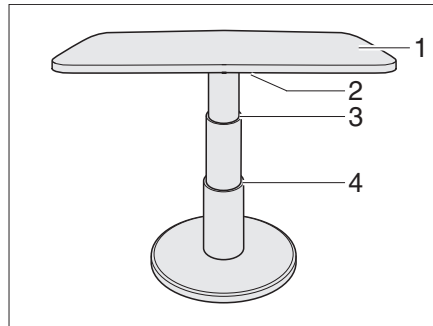

Fig. 90 Table à hauteur réglable de la dinette en U
- Faire basculer le levier de verrouillage (Fig. 90,2) vers la gauche. Le verrouillage est ouvert.
- Appuyer le plateau de table (Fig. 90,1) au milieu vers le bas jusqu'à la butée désirée (Fig. 90,3 ou 4) et le maintenir appuyé.
- Faire basculer le levier de verrouillage (Fig. 90,2) vers la gauche. La table à hauteur réglable est verrouillée.